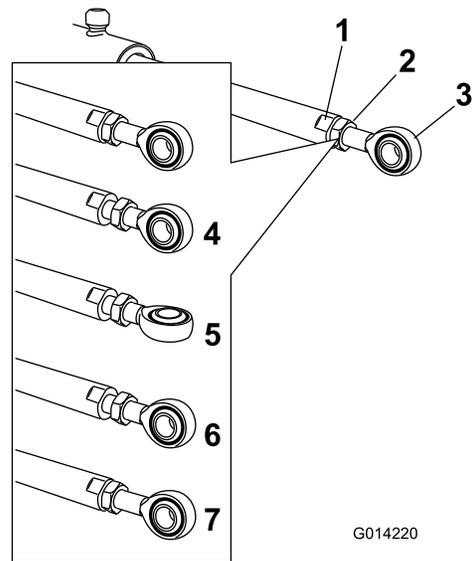

Figura 102
5. Coloque una llave plana sobre las zonas planas del actuador para inmovilizarlo, luego afloje la contratuerca para poder manipular la rótula (Figura 102).
6. Gire la rótula del actuador para acortar o alargar el actuador extendido a la posición deseada (Figura 102).